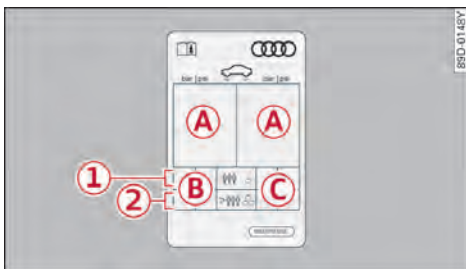

图 173 驾驶员侧 B 立柱：轮胎压力标贴
出厂安装的轮胎的正确胎压标在一张标贴上。标贴⇒图 173 位于 B 柱上（驾驶员侧）。
- ▶ 根据标贴⇒图 173 上读取正确的轮胎充气压力。
储的轮胎充气压力。关于车辆轮胎充气压力建议，请参见轮胎充气压力标贴 ⇨ 182 页，图 173。